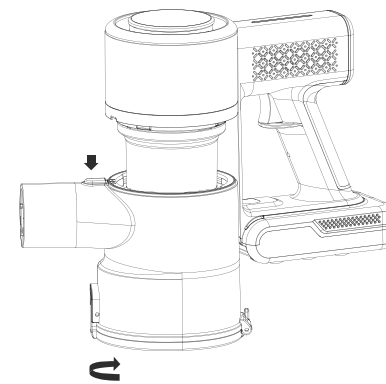

Fig 1
2. Presione el botón de liberación, sostenga el depósito de polvo y gírelo en el sentido horario para retirar el depósito de polvo, Fig. 1.